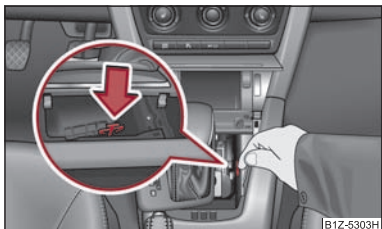

Fig. 120 Deblocarea de urgență a selectorului de viteze
- Apăsăți cu un deget componenta galbenă din material plastic, în direcția indicată de săgeată ⇒ **fig. 120**.